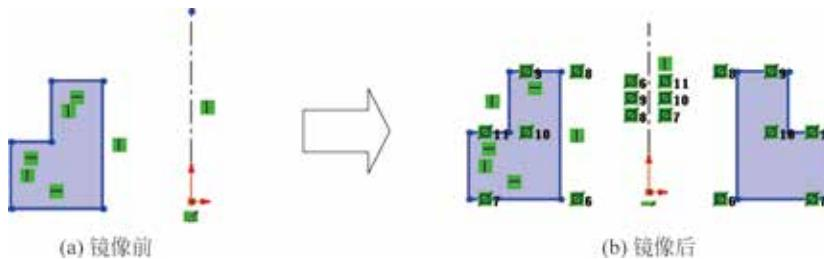

图 3.24 图元镜像
图元的镜像主要用来将所选择的源对象相对于某个镜像中心线进行对称复制，从而得到源对象的一个副本。图元镜像可以保留源对象，也可以不保留源对象。下面以图 3.24 为例，介绍图元镜像的一般操作过程。
- 步骤 3 定义要镜像的草图图元。在系统 选择要镜像的实体 的提示下，在图形区框选要镜像的草图图元，如图 3.24 (a) 所示。
- 步骤 4 定义镜像中心线。在“镜像”对话框中单击激活“镜像轴”区域的文本框，然后在系统 选择镜像所绕的线条或线性模型边线或平面实体 的提示下，选取如图 3.24 (a) 所示的竖直中心线
- 步骤 5 结束操作。单击“镜像”对话框中的 按钮，完成镜像操作，效果如图 3.24(b) 所示。